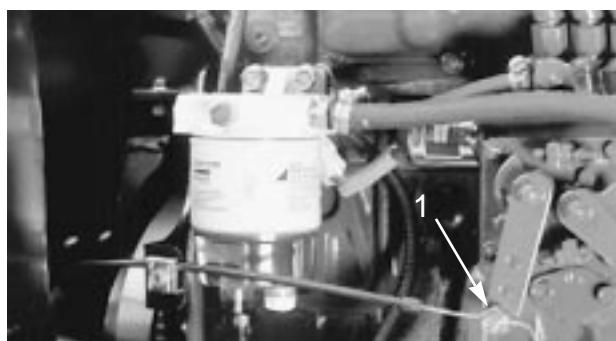

図51
- 2 . 噴射ポンプのレバー・アーム（図51）の部分にあるスロットル・ケーブルのコネクタをゆるめる。